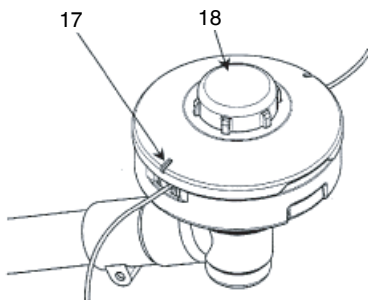

Fig. 14
- Vérifiez si le boîtier et le bouton sont usés. Si la marque de limite d'usure (17) sur le boîtier n'est plus visible ou qu'il y a un trou au bas (18) du bouton, changez immédiatement les nouvelles pièces. (Fig. 14)